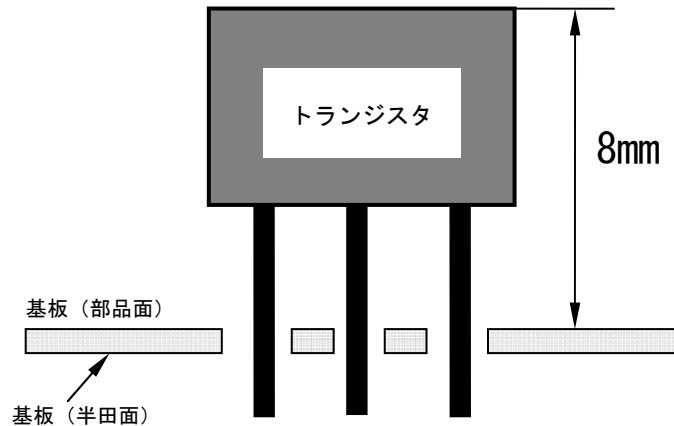
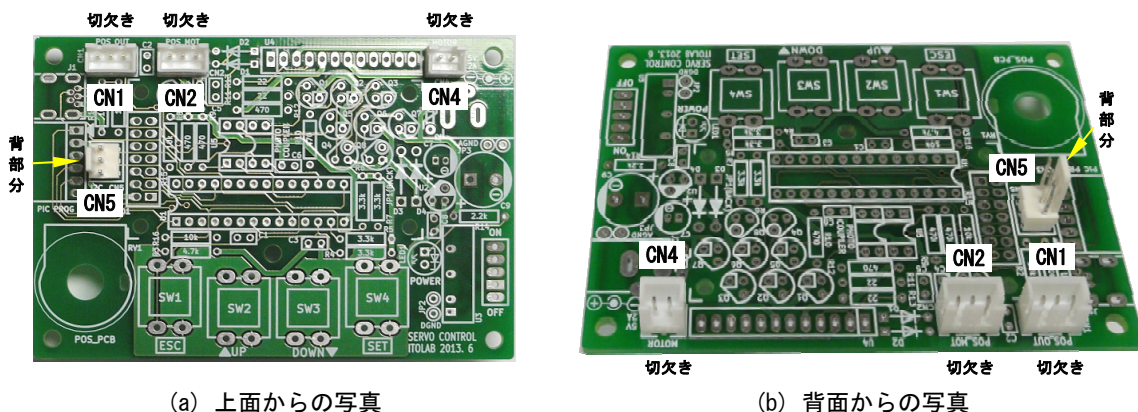

図5-7 トランジスタの取り付け
図5-8 コネクタの取り付け
制御基板の上に、液晶ディスプレイ基板を取り付けるので、図5-7のように制御基板からトランジスタの上部までの高さが、8 mmとなるように取り付けます。
- (9) □ NPN型トランジスタ(Q1, Q2, Q3, Q5, Q6, Q7, Q9)を半田付けします。トランジスタには極性がありますから、シルク印刷の形(エミッタ端子口)に合わせて取り付けます。制御基板の上に、液晶ディスプレイ基板を取り付けるので、図5-7のように制御基板からトランジスタの上部までの高さが、8 mmとなるように取り付けます。
- (10) □ 三端子レギュレータ(U2)を半田付けします。三端子レギュレータには極性がありますから、シルク印刷の形(1番ピン白)に合わせて取り付けます。
- (11) □ コネクタ(CN1, CN2, CN4)を半田付けします。これらのコネクタには向きがあり、コネクタの「切欠き」とシルク印刷の「破線」が合うように取り付けます(図5-8)。
- コネクタ(CN5)を半田付けします。このコネクタにも向きがあり、コネクタの「背部分」とシルク印刷の「二重線」が合うように取り付けます(図5-8)。